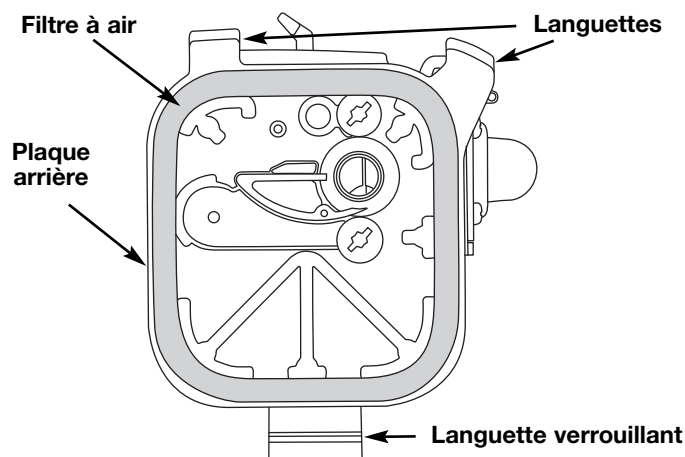

Fig. 24
- Retirez le filtre à air et l'écran derrière lui (Fig. 24).
- Remplacez le filtre et l'écran (Fig. 24).
- Réplacez le couvercle du filtre à air. Placez les crochets à gauche du filtre à air dans les fentes situées à gauche du boîtier du filtre à air (Figs. 24 et 28).